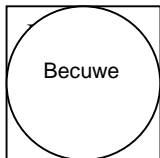
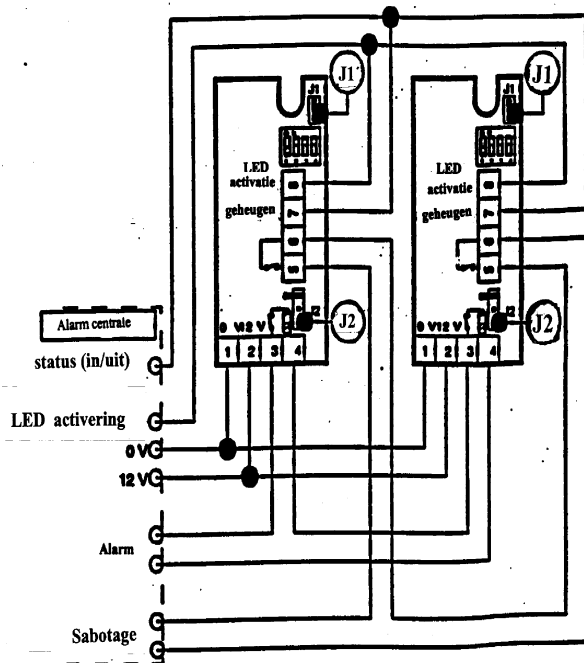

Fig.1.
Fig.2 Standaard toepassing ( jumper J2 niet geplaatst)
De detector kan aangestuurd worden door de geheugen- (7)- en LED activeringsingang (8). De stuurspanning van deze twee ingangen kan geselecteerd worden d.m.v. jumper J1. (zie fig1 en fig.2). Wanneer J1 geplaatst is, dan moet de stuurspanning 12V zijn. Is J1 niet geplaatst dan moet de stuurspanning 0V zijn. Als de spanningsaansturing op één van de ingangen toegepast is, dan is de ingang actief.
De geheugenaansluiting dient verbonden te worden met de statusuitgang van de centrale (zie fig.2). Het instellen van de spanningsaansturing gebeurt met jumper J2. Het activeren van de geheugeningang zorgt voor het wissen van de oude alarmen uit het geheugen van de CH9335 en de overgang naar de geheugen mode. Geen enkel LED signalering is
De LED activeringsingang activeert het geheugen waarin het alarm is geregistreerd. Als de LED activeringsingang niet actief is, dan wordt het alarm opgeslagen in het eerste geheugen. Is de LED activeringsingang wel actief, dan wordt het alarm opgeslagen in het tweede alarmgeheugen. Om het tweede alarmgeheugen te kunnen activeren, moet de LED activeringsingang van de detector verbonden worden met de alarmuitgang van de centrale, waardoor de LED activeringsingang van iedere detector actief wordt ten gevolge van een alarm(zie fig.2)